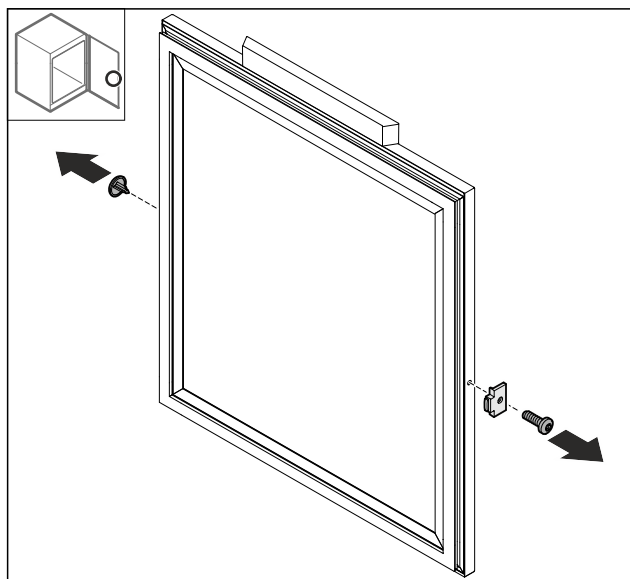

Fig. 16
- Îndepărtați capacul Fig. 16 (1).
- Demontați opritorul ușii Fig. 16 (2).